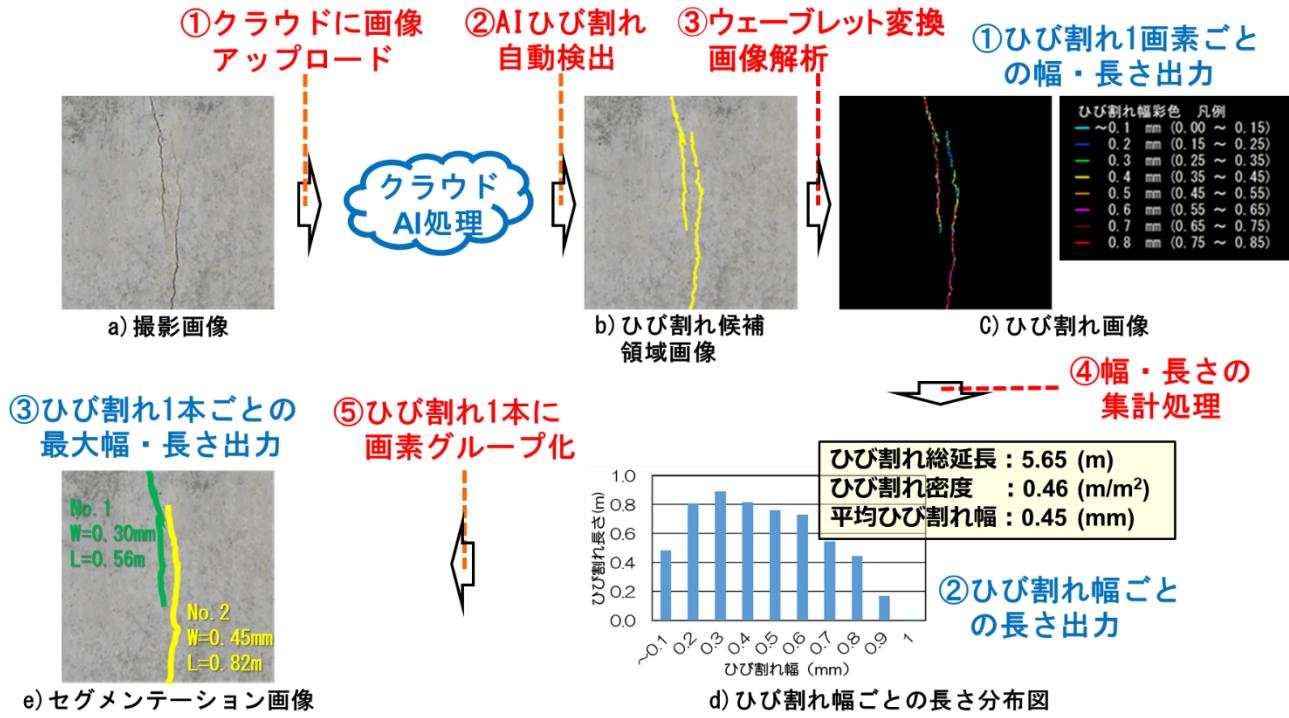

図1 本技術によるコンクリートのひび割れ画像解析の実施手順
本技術は、図 1 に示すように、クラウド上で稼働する画像分析および画像解析のプログラムで構成されている。その実施手順は、①クラウドにデジタル画像をアップロード、②AI によるひび割れの自動検出、③ウェーブレット変換を用いた画像解析によるひび割れ 1 画素ごとの幅・長さの定量処理、④ひび割れ幅ごとの長さの集計処理、および⑤複数の画素をグループ化してひび割れ 1 本ごとに区分する処理となっている。